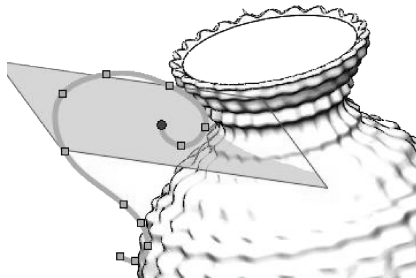

图 4-128 创建基准面2
- 18 在草图8样条曲线端点上创建基准面2，如图4-128所示。